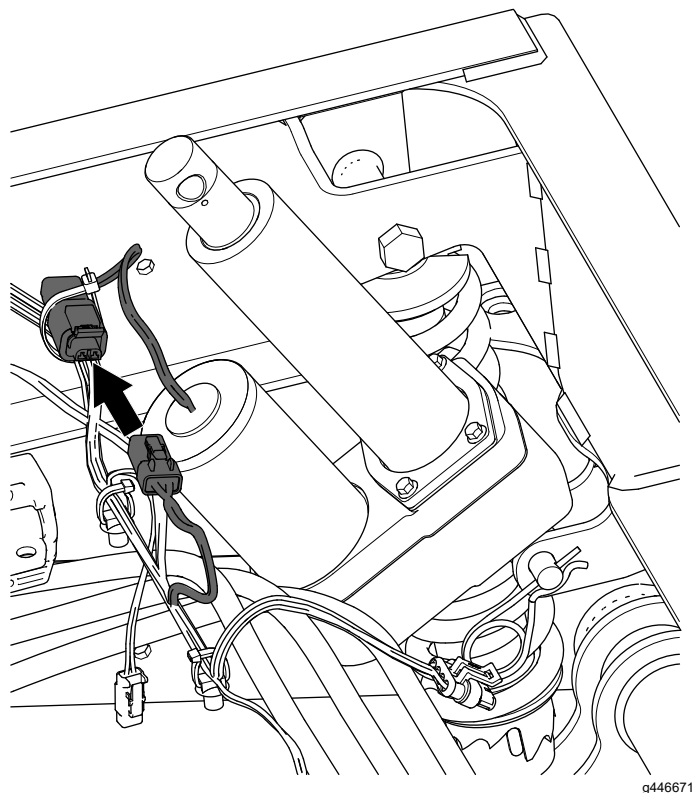

Figura 11
3. Ligue o conector elétrico de 2 tomadas da cablagem traseira da máquina ao conector de 2 pinos do atuador de elevação (**Figura 11**).